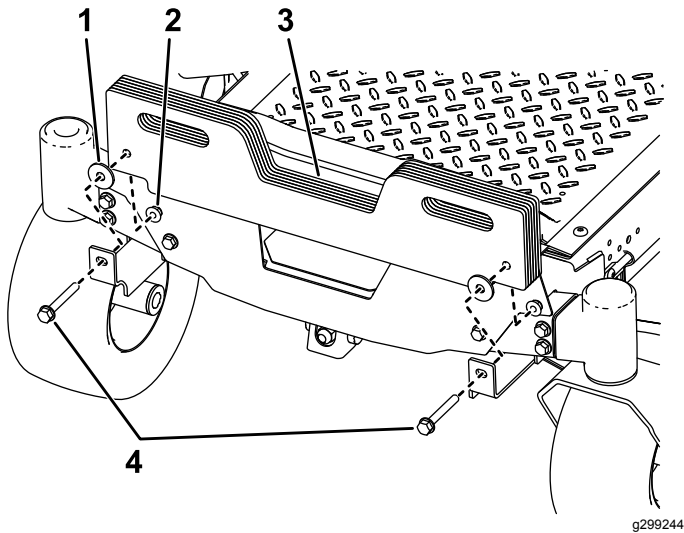

図 3
- それ以外のタイプのデッキを搭載しているマシンでは、スーツケースウェイト6個を取り付ける 図 3。